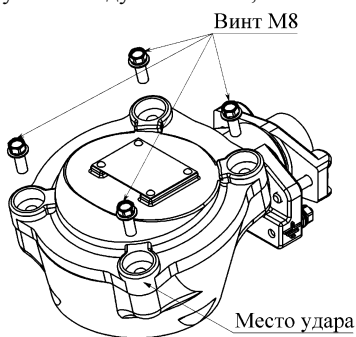

Рисунок 2 - Демонтаж крышки выводов
- отвернуть болты 23 (4 болта М8 см. рисунок 2);